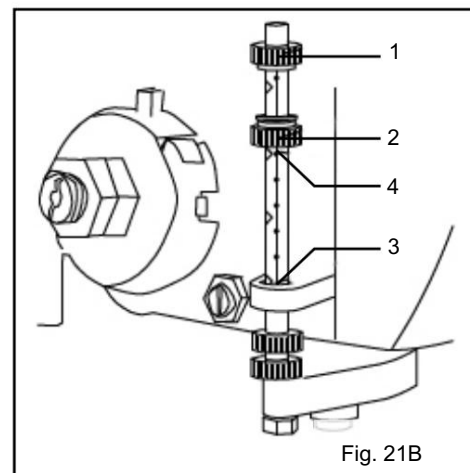

Fig. 21B
MÉTHODE D'ÉCHELLE DE PROFONDEUR (FIG. 21B)
1. Assurez-vous que le repère 0 (po ou mm) de la jauge de profondeur repose sur le bord supérieur du support métallique (Fig. 21B - 4) lorsque la tige est complètement rétractée.
4. Tournez le bouton de profondeur (Fig. 21B - 2) jusqu'à ce qu'il soit aligné avec le repère de profondeur souhaité (Fig. 21B - 3) (par exemple, 1") sur l'échelle de la jauge.